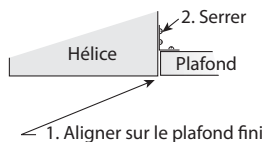

Figure 4 — Supports de fixation réglables
4. Dans les bâtiments à ossature bois, placer l'appareil entre les solives. Placer les supports de fixation de manière à aligner le bord inférieur du caisson sur le plafond fini, puis serrer les supports de fixation réglables, voir Figure 4.